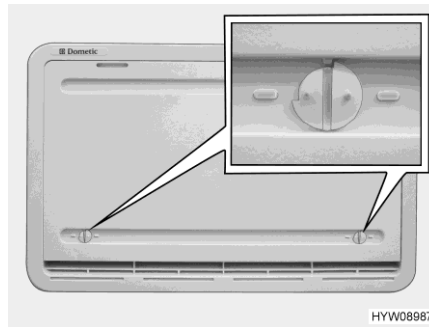

Bild 144 Winterabdeckung
Wenn der Kühlschrank bei niedrigen Außentemperaturen betrieben werden soll, empfiehlt der Hersteller die Verwendung einer Winterabdeckung (Bild 144) für die Kühlschrank-Lüftungsgitter.
- Beide Verriegelungen (Bild 144) öffnen (Nut steht waagrecht).